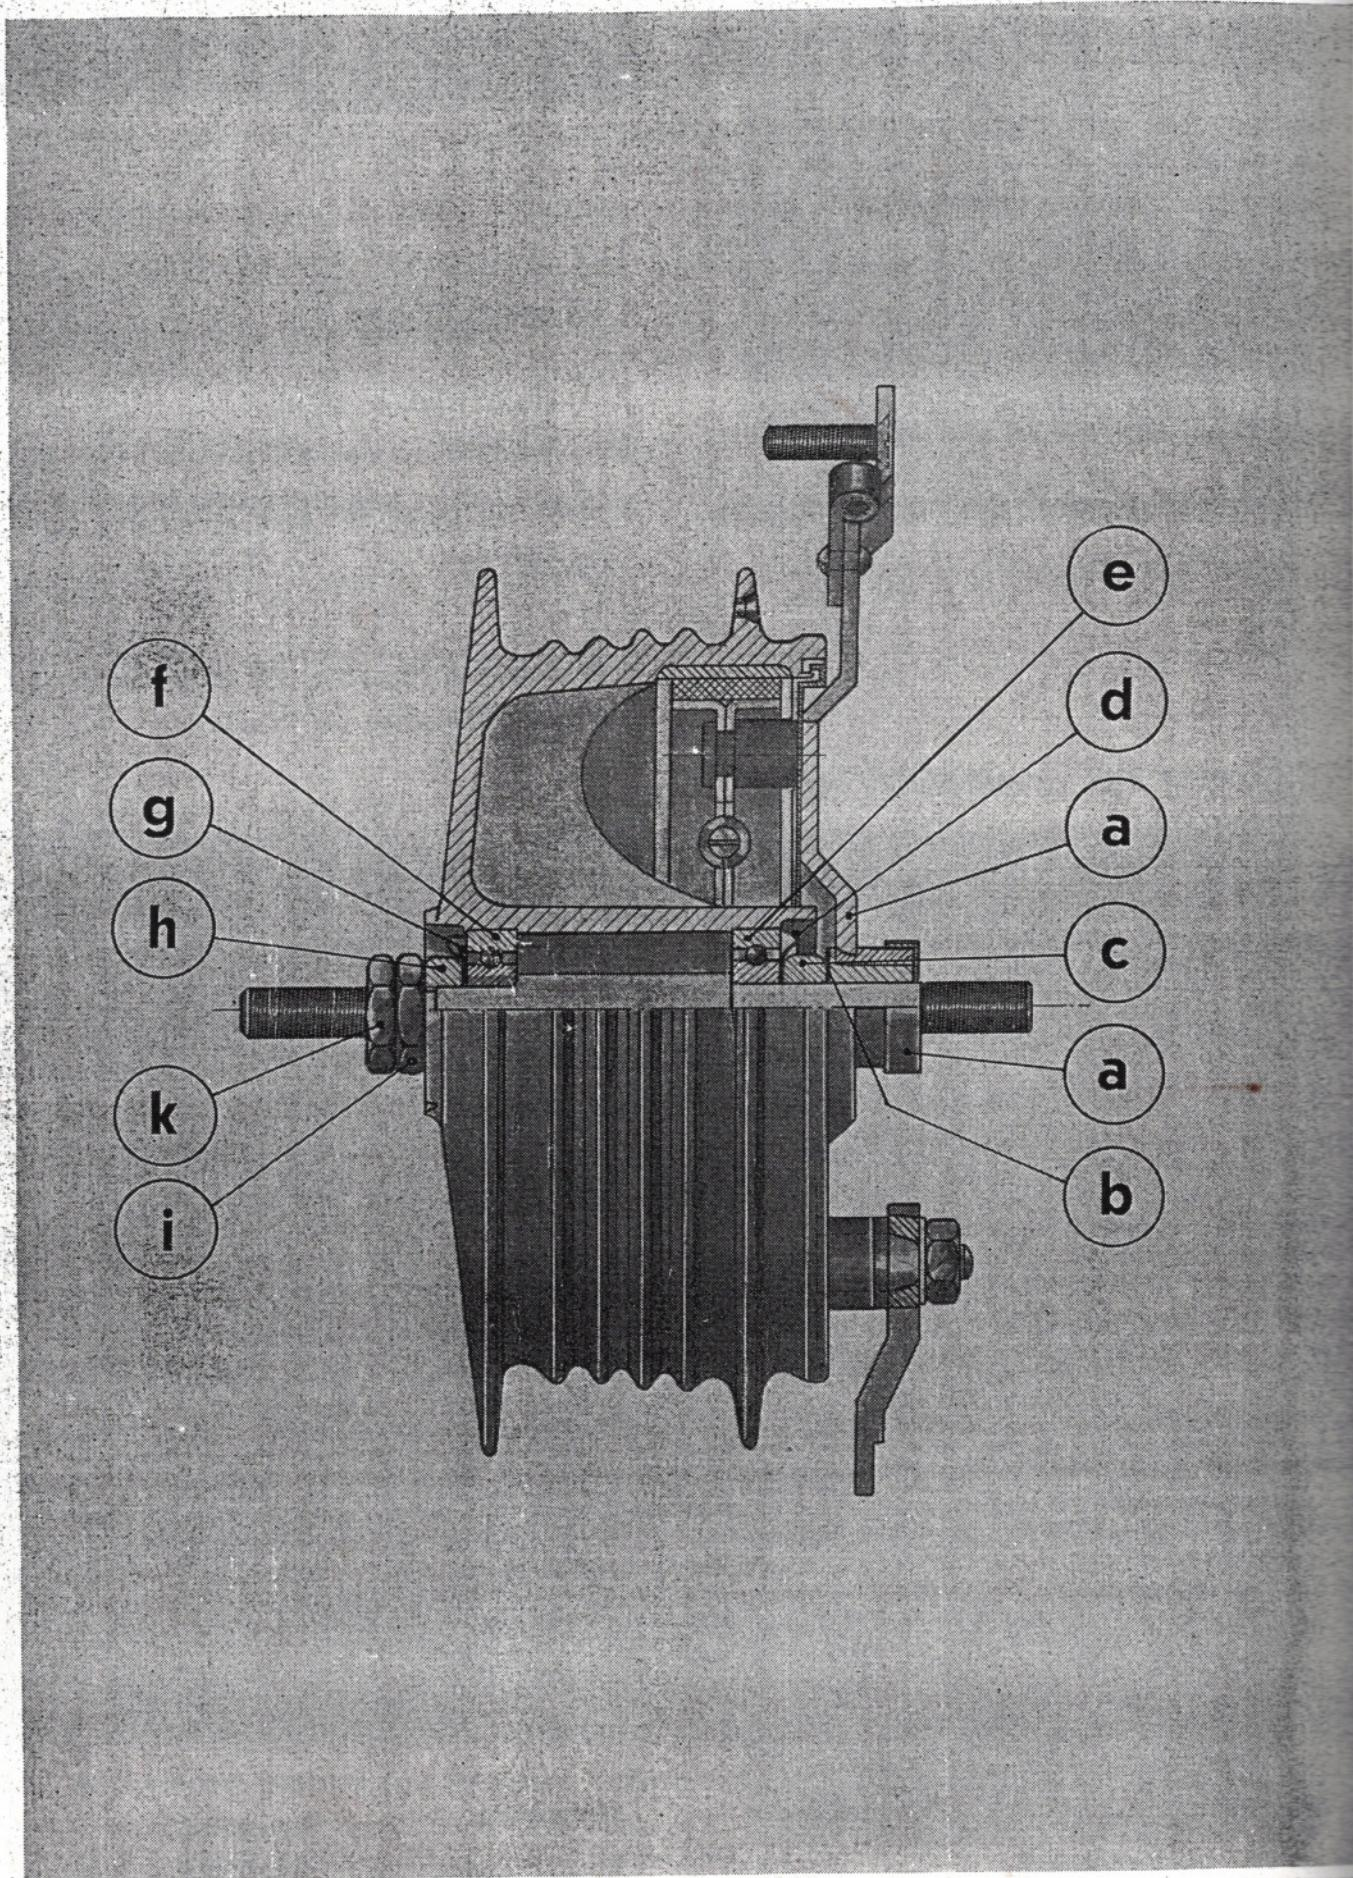

Abb. 136 Einbauteile der Vorderradnabe
3. Bremsträgerplatte kpl. „a“ Abb. 136 abnehmen.
13. Rillenlager „e“ einsetzen, Nilosring „d“, Abstandsbuchse „c“, Beilagscheibe „b“ und Gegenhalter „a“ montieren. (Siehe Abb. 136.)